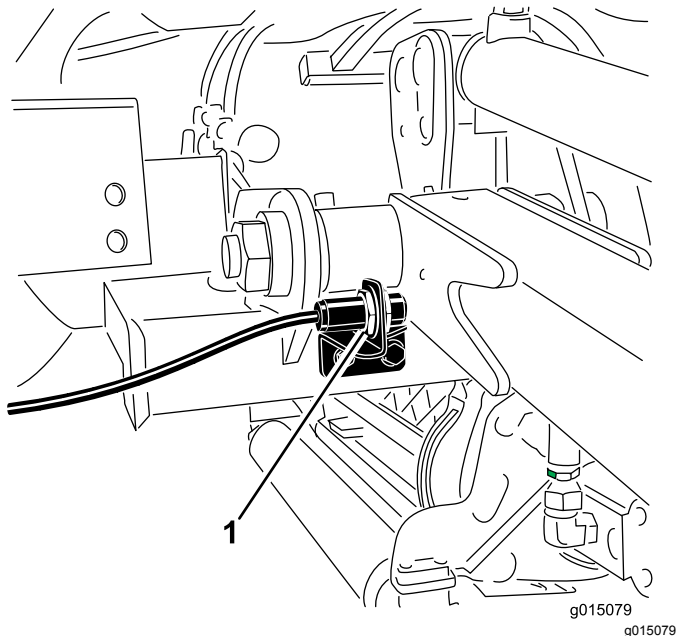

図 59
2. 昇降アームスイッチは、前右昇降アームの裏側にあります 図 59。
3. スイッチの取り付けねじ 図 59 をゆるめ、スイッチの位置を上げると、昇降アームの旋回高さが高くなり、下げると、昇降アームの旋回高さが低くなる。